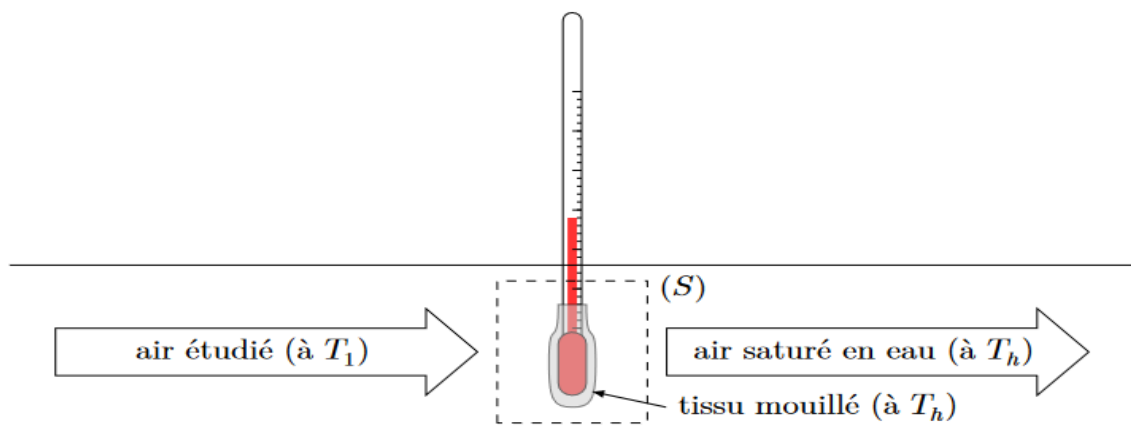

Figure 5 Thermomètre à bulbe humide
La figure 5 schématise le transport de l'air humide sur le thermomètre à bulbe humide. La température de sortie T_h est déterminée à l'aide d'un bilan thermodynamique appliqué à la surface de contrôle (S) représentée sur la figure 5. À l'entrée, la température de l'air vaut T_1 et l'humidité absolue est x_1 . À la sortie, la température est T_h et l'humidité absolue est $x_2 = x_{sat}(T_h)$. Le débit massique d'air sec dans l'écoulement est noté $D_{m,as}$. La pression est uniforme et constante et vaut $p = 1,013$ bar. On néglige tout transfert thermique à travers la surface de contrôle (S).